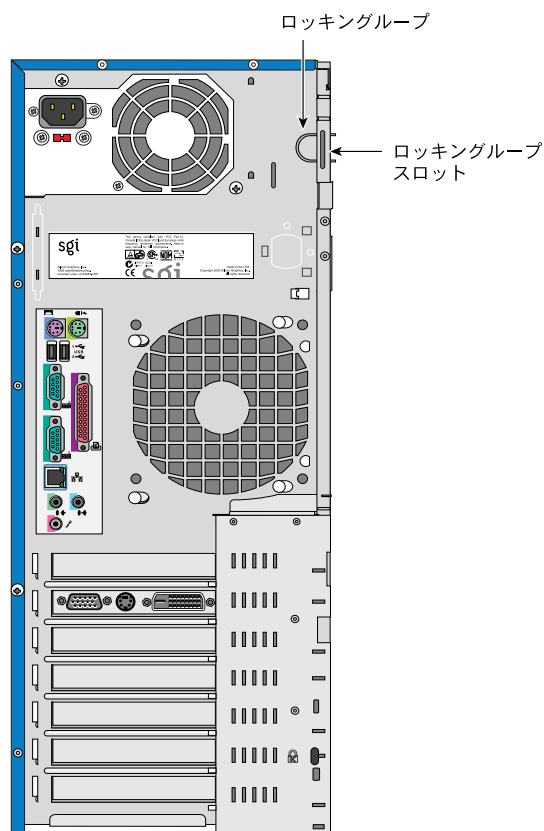

図 2-28 ロックングループの場所
2. ロックングループを確認します。ロックングループの場所については、図 2-28 を参照してください。
4. 本体の背面に面したスロットを確認します。スロットの場所については、図 2-28 を参照してください。